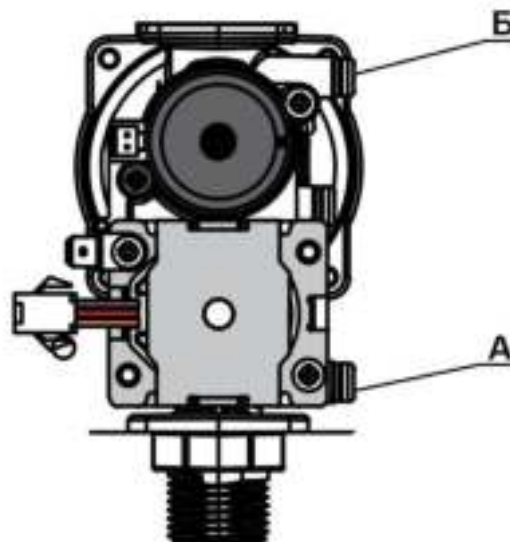

Рисунок 9. Регулятор газа
- отвернуть заглушку на 1 - 2 оборота из контрольной точки А (рис. 9) и подсоединить манометр;
- отвернуть заглушку на 1-2 оборота из контрольной точки Б (рис. 9) и подсоединить к ней манометр;
- проверить давление газа в контрольной точке Б (рис. 9). Оно должно соответствовать значению минимального давления газа, указанному в таблице 7.